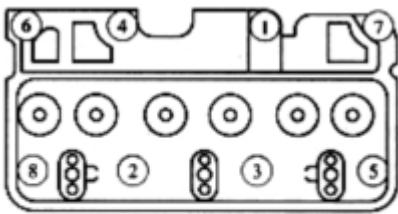
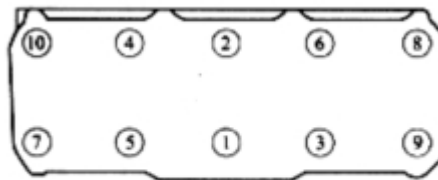

图 2.16 EQ1092 气缸盖螺栓紧固顺序
图 2.17 奥迪轿车气缸盖螺栓紧固顺序
(1) 器材用具 大众发动机，相关的挂图、图册，力矩扳手，通用工具。
(2) 注意事项 ①按照规定的力矩要求进行气缸盖螺栓校紧。 ②注意安全文明生产。
③做好准备工作，彻底清除油污、水垢。(3) 操作步骤 ①拆下与气缸盖相关联的附件。 ②拆下气缸盖罩盖。 ③按气缸盖螺栓紧固顺序依次以规定力矩校紧气缸盖螺栓。EQ1092 气缸盖螺栓紧固顺序如图 2.16 所示。奥迪轿车气缸盖螺栓紧固顺序如图 2.17 所示。
(1) 器材用具 大众发动机机体、钢直尺或刀形尺、游标卡尺、塞尺、量杯、刮刀、染色剂、足量 80%煤油和 20%机油混合液、水压机、力矩扳手、中间带有通孔的玻璃板、通用工具。
(2) 注意事项 ①采用磨（铣）削修整时，应尽量减少磨（铣）削量，以免过量而减小燃烧室容积。 ②水压试验的压力不能过低，并且应该在彻底清除水垢的情况下进行。 ③镶配气门座圈、气门导管后，应再进行水压试验，防止过盈量过大而造成裂纹。图 2.16 EQ1092 气缸盖螺栓紧固顺序 图 2.17 奥迪轿车气缸盖螺栓紧固顺序。 ④注意文明生产。 ⑤做好准备工作，彻底清除油污、积炭、结胶和水垢。